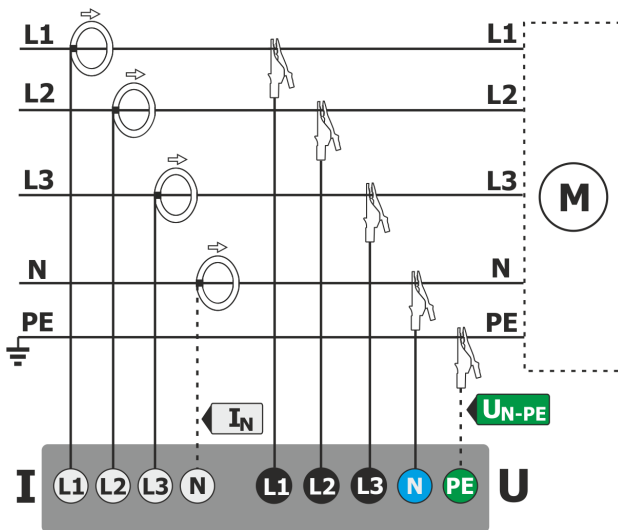

Fig. 53. Esquema de conexión - sistema trifásico de 4 hilos, trifásico de 4 hilos sin U L2 (2½ elementos).
- sistema trifásico de 4 hilos, trifásico de 4 hilos (sin U L2) (Fig. 53),
*Para calcular correctamente la potencia aparente total  $S_e$  y el factor de potencia total PF en el sistema trifásico con 4 conductores, es necesaria la medición de corriente en el conductor neutro. En tal caso siempre es necesario activar la opción **Registrar la corriente en el conductor N** y conectar cuatro pinzas como se muestra en la Fig. 53. Más información sobre la potencia aparente total  $S_e$  se puede encontrar en la sección 5.3.5.*